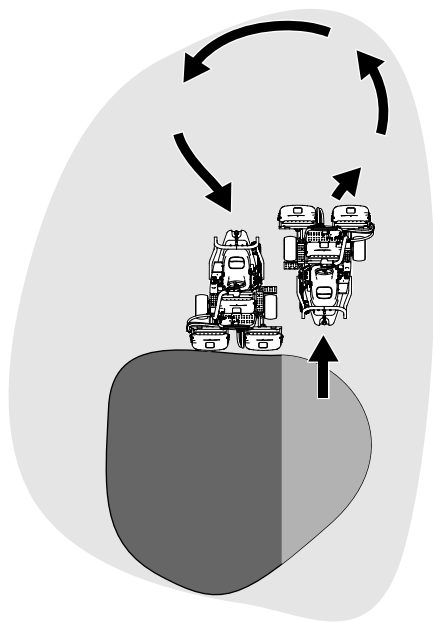

図 32
6. Uターンするとき、一旦反対側にハンドルを切ってから旋回すると、楽に、しかも効率良く回ることができて次の列そろえが楽になります。反対側に軽く振ってから旋回すると雨だれ形の旋回 **図 32** になって、スムーズに次の列に入ることができます。